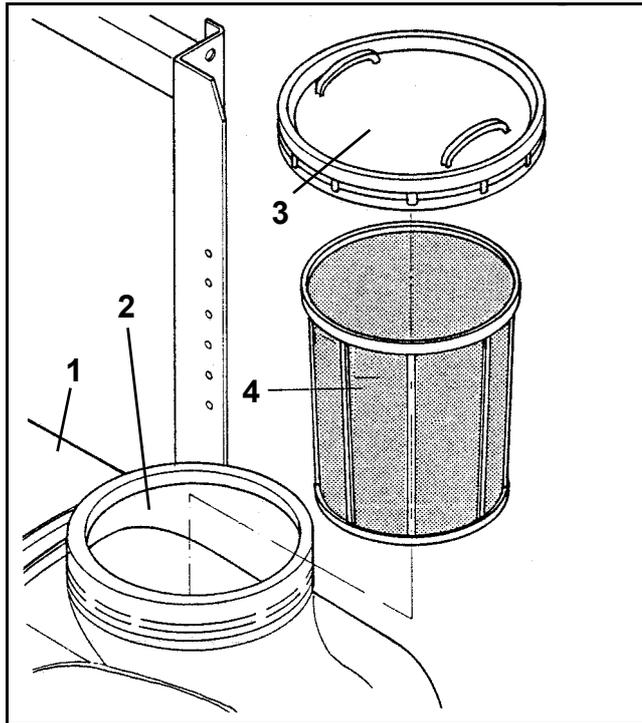

Fig. 8
- **Remplir** la cuve du pulvérisateur (Fig. 8/1) en utilisant **toujours l'orifice de remplissage** (Fig. 8/2) **et avec un tuyau de remplissage en "sortie libre"**. Obtenez les orifices de remplissage à l'aide des couvercles vissant (Fig. 8/3). Pour le remplissage, le flexible d'aspiration peut être fourni en option (voir chap. 12.2).
- **Il est impératif de ne remplir la cuve qu'au travers du tamis de remplissage** (Fig. 8/4).